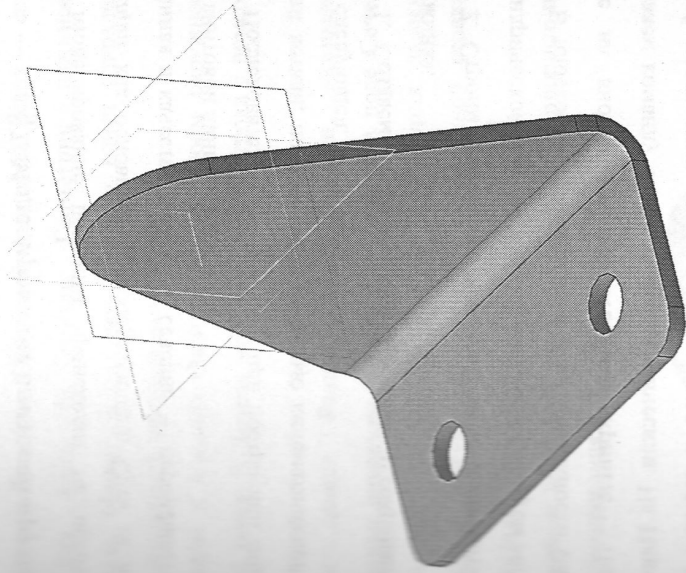

Рис. 47. Листовая деталь
4. На панели **Элементы листового тела** вызываем команду **Сгиб по линии**. В окне документа указываем: **Прямое направление**; **Сторона 1** и поле **Объекты** задаем в качестве прямолинейного объекта отрезок прямой линии, в качестве плоской грани курсором отмечаем базовую плоскость, на которой построен отрезок. Далее задаем внутренний радиус — 0,5. После формирования сгиба — **По линии сгиба**, коэффициент нейтрального слоя детали (рис. 47), используя команду **Вырезать выдавливанием** на панели **Редактирования** детали, или команду **Отверстие** в листовом теле на панели **Элементы листового тела**.